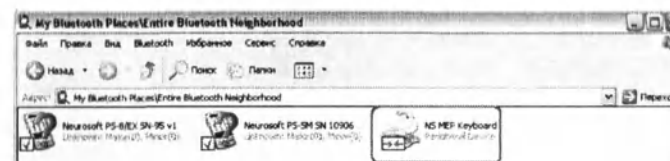

Рис. 18
9. Произойдет установка необходимых драйверов; после этого клавиатура будет подключена и ее можно будет использовать (рис. 18).